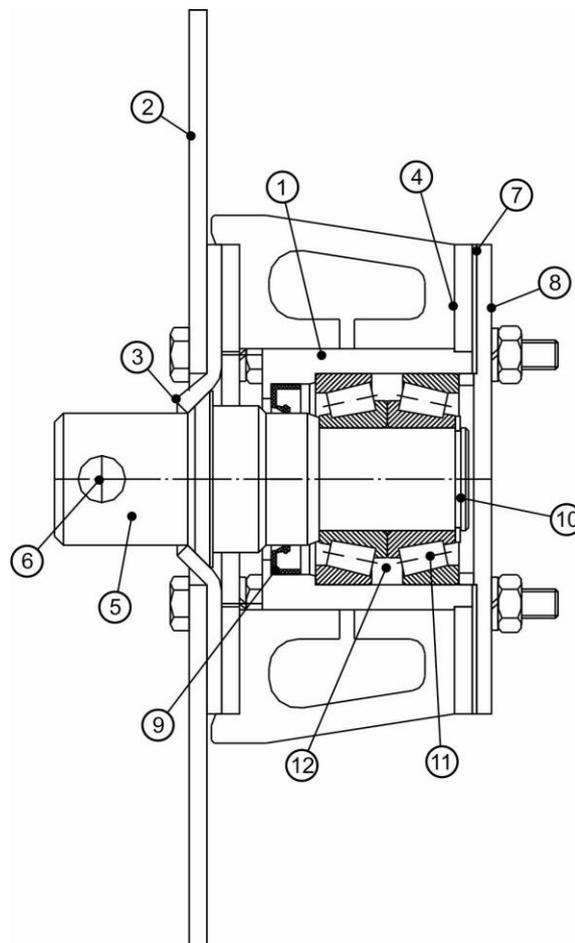

Рис. 14 Подшипниковая опора консольная
Подшипниковая опора консольная (Рис.14) винтового конвейера-питателя состоит из: корпуса (1), переднего фланца (2), резинового уплотнения (3), заднего фланца (4), приводного вала (5) с отверстием (6), прокладки (7), крышки (8), армированной манжеты 1.2 45 x 65 ГОСТ 8752 (9), стопорного кольца наружного 35 ГОСТ 1394 (10), подшипников 7507А ГОСТ 27365 (11). Пространство (12) между подшипниками (11) на ½ своего объема заполнено смазкой ЛИТОЛ 24.